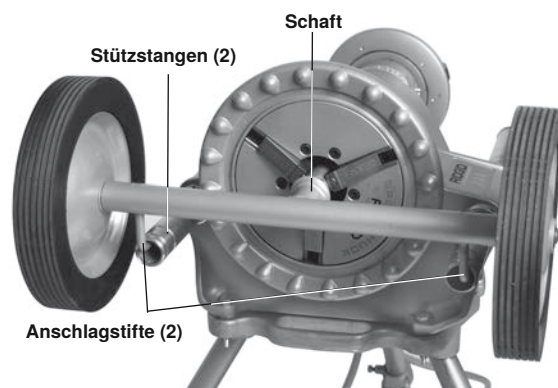

Abbildung 28 - Installation des Nr. 32 Transporters
3. Setzen Sie den Schaft des Nr. 32 Transporters in das vordere Spannfutter des 300 Kraftantriebs ein; die Anschlagstifte müssen sich in den Enden der Stützstangen befinden. Ziehen Sie das Spannfutter auf dem Transporterschaft fest (*Abbildung 28*).